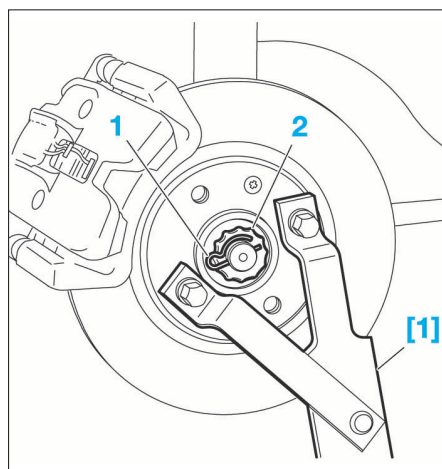

FIG. 2
- Mettre en place l'outil [1] (Fig.2).